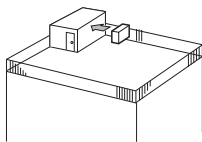

Fig. 2-3
- ① Ustawić wylot powietrza w kierunku najbliższej ściany, zachowując odległość ok. 35 cm. (Fig. 2-3).